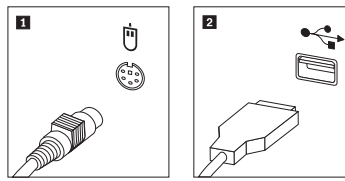

図 35. マウスの交換
3. マウス用にコネクターの位置を確認します。図 35 および 6 ページの『コンピューターの前面にあるコントロールおよびコネクターの位置』 または 7 ページの『コンピューターの背面にあるコネクターの位置』を参照してください。